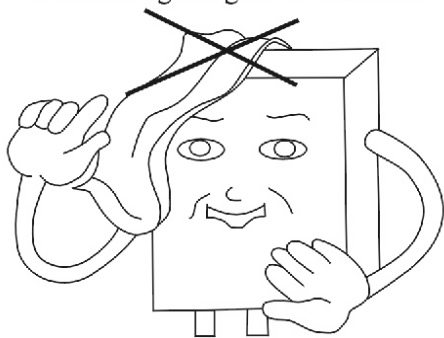

Fig.17
- Nu așezați prosoape sau haine deasupra boilerului (Fig. 17).